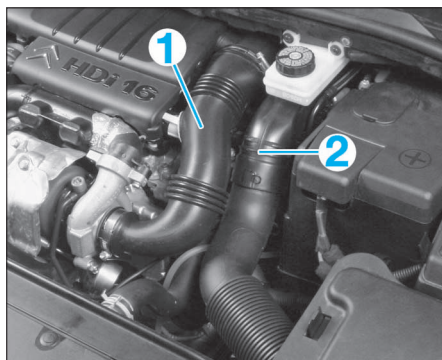

FIG.21
- Déposer les manchons (1) et (2) (Fig.21)